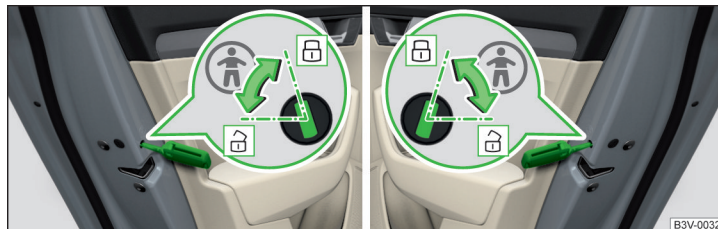

Fig. 57 Puerta posterior: Conectar/desconectar el seguro para niños
- Para **encender**, girar el fusible con la llave del vehículo en la posición  » **fig. 57.**